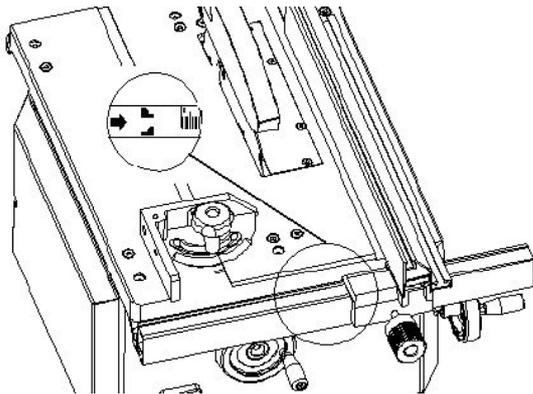

Abb. 25: Einsetzen des Längsanschlags TKS 200
Schritt 1: Schieben Sie den Längsanschlag in die dafür vorgesehene Führungsnut und befestigen Sie ihn mit der linken Innensechskantschraube (Abb.25). Stellen Sie zuerst den Längsanschlag auf der Anschlagseite ein um ihn danach exakt mit der Führungsschiene zum Sägeblatt auszurichten.